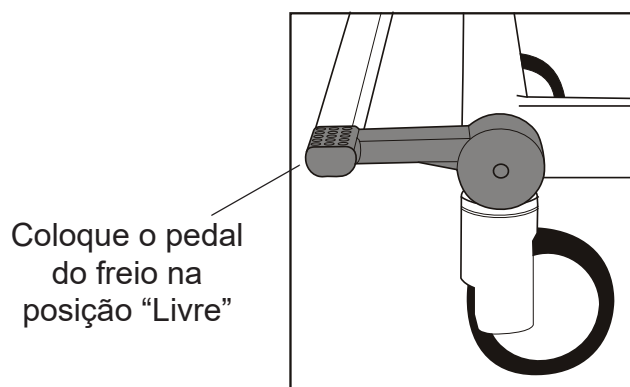

Fig. 9 - Posição livre
2. Verifique se os freios estão destravados e se o pedal do freio está na posição “Livre”. **(Veja Fig. 9)**